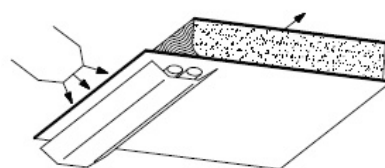

Abbildung 11
**FERTIGUNGSSCHRITT 4:** In der dritten Sektion wird der aufgetragene Spezial-PVAc-Klebstoff über Heißluftgebläse abgelüftet, d.h. das im Klebstoff enthaltene Wasser verdunstet und aktiviert ihn für die nachfolgende Verformung. Parallel wird der Schichtstoff über Infrarotstrahler erwärmt, um ihn für den Verformungsprozess vorzubereiten. Man spricht auch von „plastisch“ machen (siehe Abb. 11).